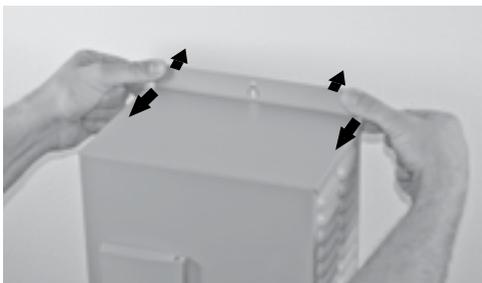

Figure 3 – Séparer le couvercle de la plaque arrière
2. Pousser la plaque arrière avec les pouces tout en tirant le couvercle vers vous avec les deux index afin de créer un espace. Voir les Figures 3 et 4.